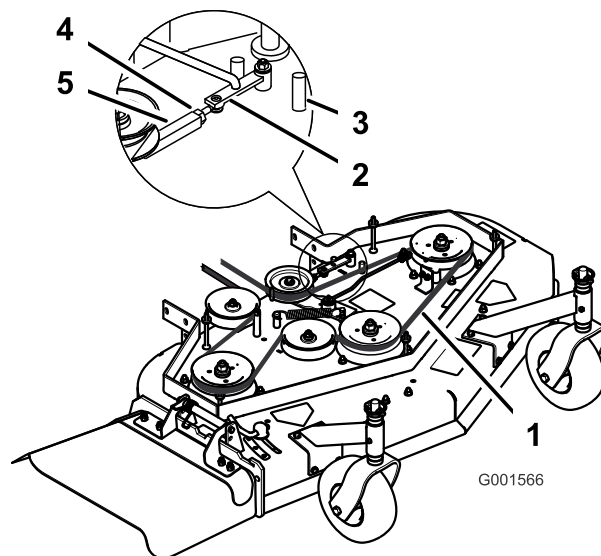

Figure 41
3. Desserrez le contre-écrou sur le tendeur (Figure 41).
**Remarque:** La tension correcte de la courroie du tablier de coupe se situe entre 44 à 67 N·m (10 à 15 pi-lb) avec une flèche de 13 mm (1/2 po) à mi-chemin entre les poulies (Figure 41).